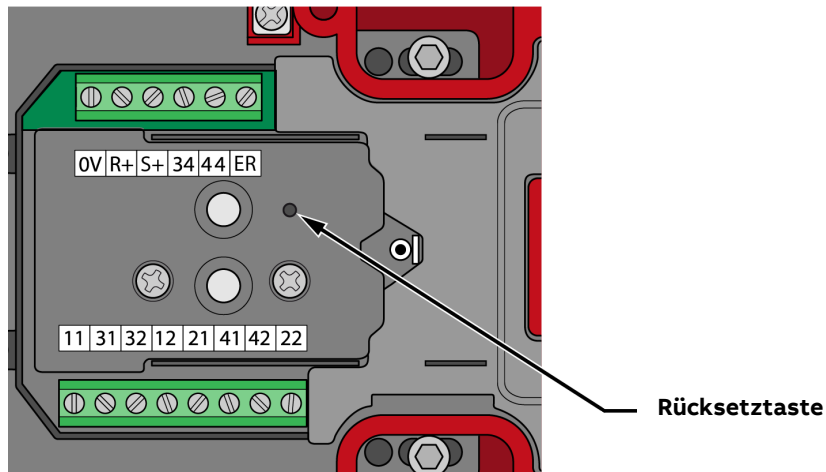

Abbildung 9: Die Rücksetztaste (Abdeckung entfernt)
4. Verwenden Sie einen 2-mm-Schraubendreher, um die Rücksetztaste im Gehäuse zu drücken und schalten Sie die Stromversorgung ein (siehe Abb. 9).